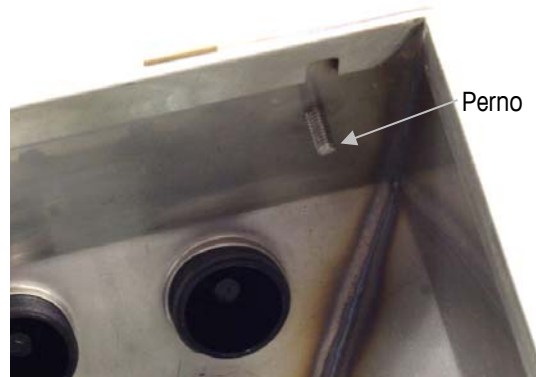

Figura 2-8: Perno per l'attacco capovolto del pannello anteriore
3. Ruotare con attenzione il coperchio anteriore di 180 gradi e ricollegare le piattine di massa ai due perni accanto ai manicotti di serraggio utilizzando i due dadi precedentemente rimossi. La Figura 2-8 mostra uno dei perni. Serrare i due dadi.